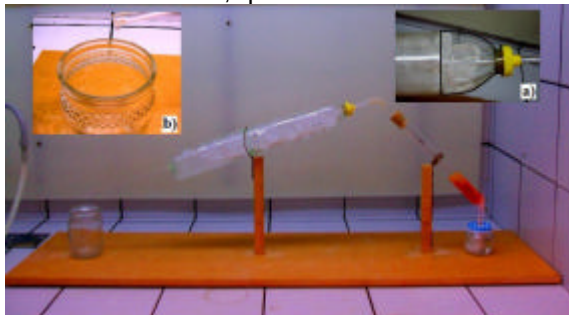

Figura 1. Destilador proposto.
A Figura 1 mostra o destilador construído com materiais alternativos, que consiste basicamente em:
(1) o frasco de destilação consiste de um tubo de ensaio de aproximadamente 100 mL vedado com uma rolha contendo um furo central para inserção de um tubo de vidro de 7,0 cm x 0,5 cm; (2) condensador montado a partir de 2 frascos plásticos de detergente, no qual um destes frascos foi cortado adequadamente na altura de seu gargalo (Figura 1(a)) para a entrada de gelo e sua base foi retirada para implementar o seu acoplamento a outro frasco de detergente, cuja parte superior foi removida. No fundo deste, foi feito um furo para a passagem de um tubo de vidro de 65,5 cm x 0,5 cm, que posteriormente foi vedado com a mesma resina. Para a união do frasco de destilação ao condensador é necessária uma mangueira flexível de 4,0 cm x 0,3 cm; (3) dois
suportes de madeira, sendo um de 19 cm x 2 cm e o outro de 21 cm x 2 cm, com fios de cobre em forma de garra para fixar o frasco de destilação e o condensador, respectivamente. Estes suportes foram fixados a uma base de madeira com pregos comuns; (4) lamparina construída com um frasco de geléia contendo um furo central em sua tampa para inserção de um chumaço de algodão embebido em álcool; (5) frasco de geléia como frasco coletor (Figura 1(b)).